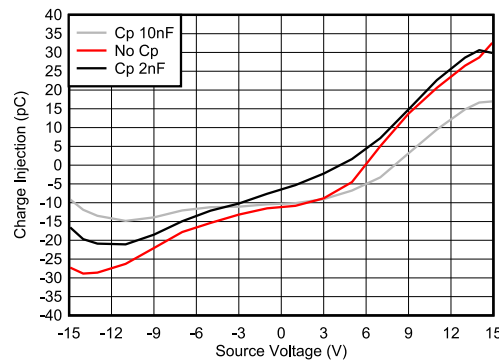

図 9-2. 電荷注入補償
TMUX620x には、ドレイン (Dx) への電荷注入を低減するための専用アーキテクチャが搭載されています。敏感なアプリケーションでの電荷注入をさらに低減するために、ソース (S) に補償コンデンサ (Cp) を追加できます。これにより、スイッチの遷移からドレイン (D) ではなくソース (S) の補償コンデンサへ余分な電荷が流れます。一般的に、Cp はドレイン (D) の等価負荷容量よりも 20 倍大きい必要があります。図 9-2 に、ソース側のさまざまな補償コンデンサによる電荷注入の変動を示します。このプロットは、TMUX62xx ファミリの一部として、100pF の負荷容量を持つ TMUX6219 でキャプチャしたものです。